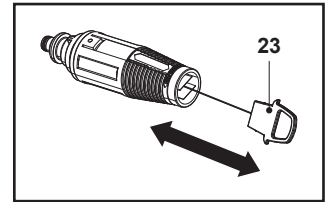

Fig. 20
2. Quite la suciedad de la boquilla con la aguja de limpieza (23) (Fig. 20).